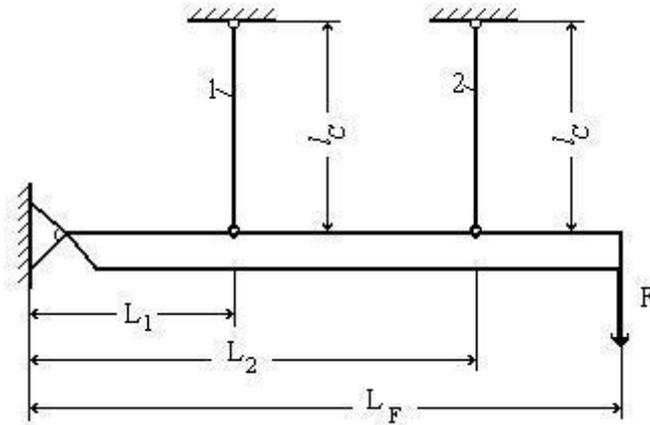

Рис. 5
Задачу такого типа можно решить с применением математической программы «Mathcad» (рис.5).
**Пример № 5.** Дана шарнирно-стержневая система (рис.5). Требуется: Определить усилия и перемещения в стержнях.